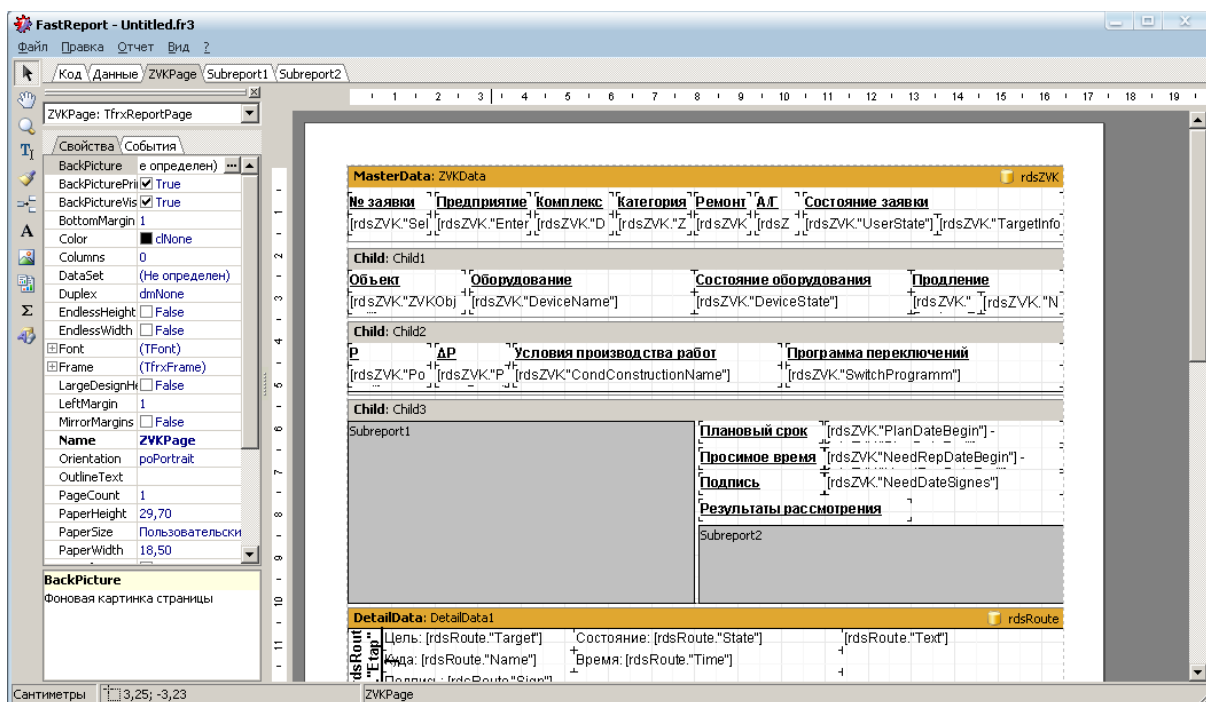

Рисунок 8.61 – Форма редактирования шаблона отчетов
- 3) В открывшейся форме редактирования шаблона отчетов (Рисунок 8.61) отредактировать шаблон (описания наборов данных и правила редактирования шаблонов отчетов описаны в документе «Руководство разработчика. Отчетные формы»).